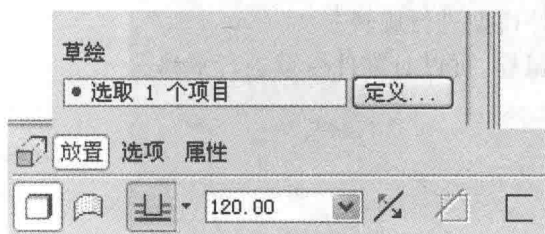

图 1-5 拉伸特征操作面板
(1) 单击按钮,打开拉伸特征的操作面板,如图 1-5 所示。